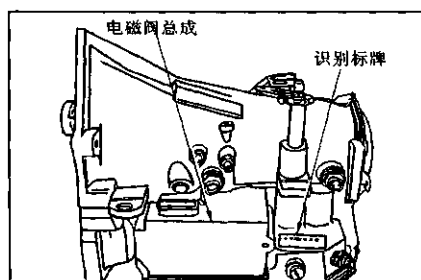

图 7-1-2 变速器识别标签位置
1. 变速器外壳标签上的代码,靠近电磁阀总成,见图 7-1-2。